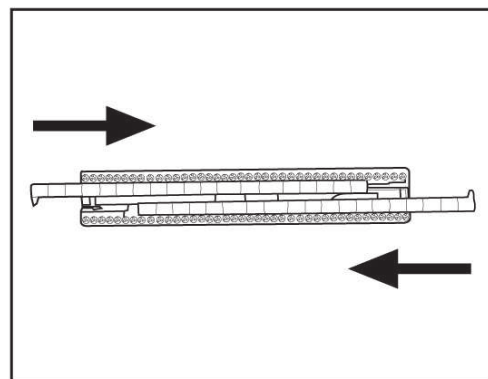

Fig. 10
Steek, voor montage van het frame met borstelstrips voor vloerbedekking en kleden (26), de harde borstelstrips in de geleiders met de lipjes naar boven gekeerd (**Fig. 10**).